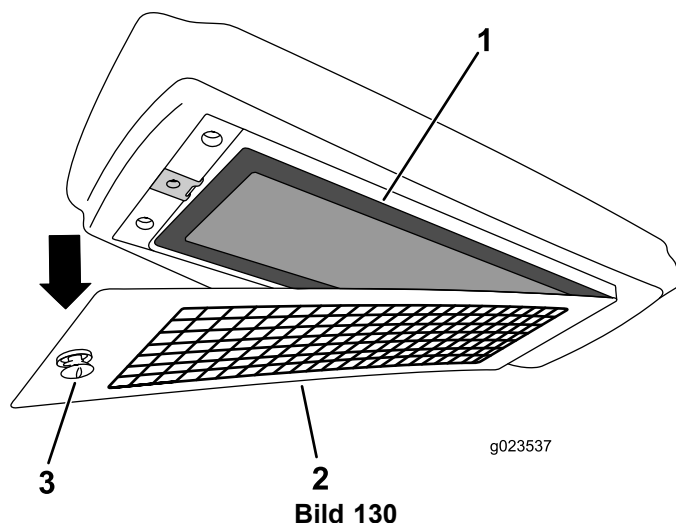

Bild 130
4. Nehmen Sie den Luftfilter aus dem Gehäuse und tauschen Sie den Filtereinsatz aus (Bild 130).